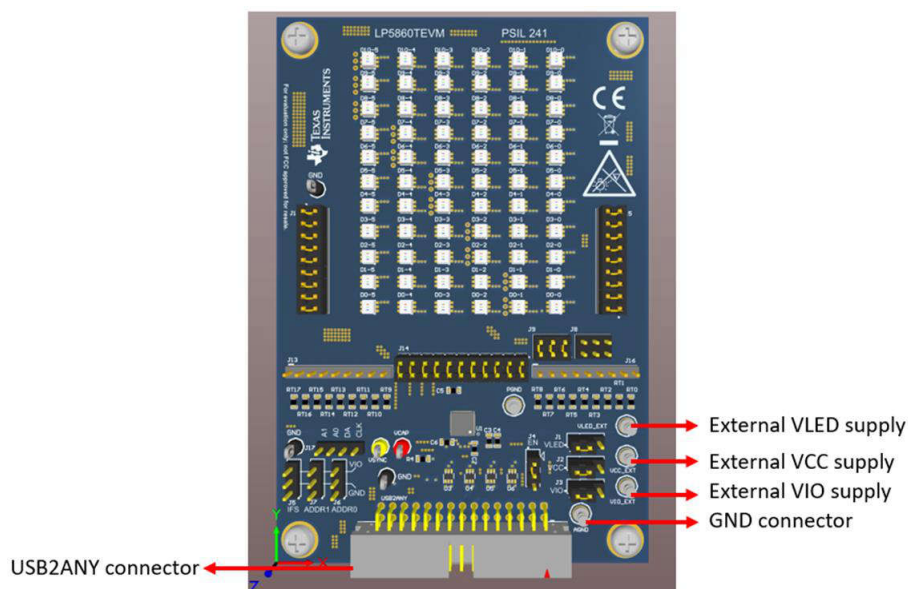

图 2-3. 主要外部连接器
2. 将 5V 外部电源连接到 VLED_EXT 端子 (请参见图 2-3) 并将开关跳线 (J1) 连接到另一侧。